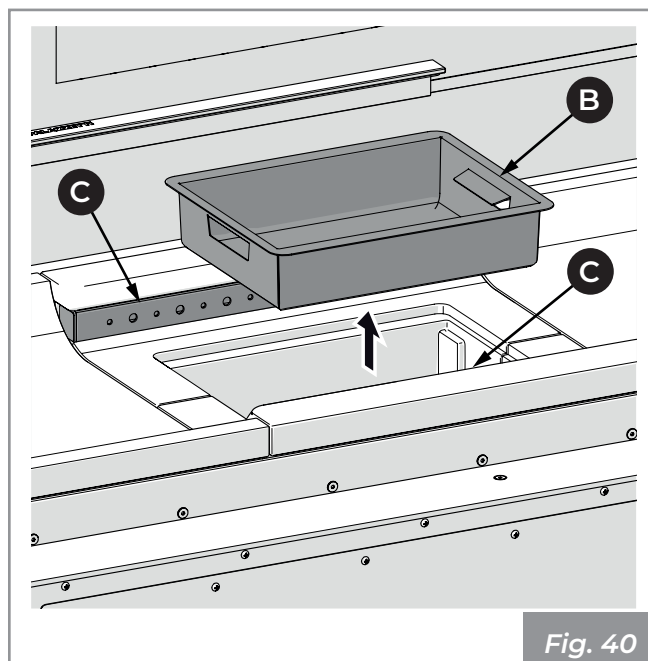

Fig. 40
- 2) Retirer le tiroir à cendres (B) de la base et aspirer les cendres déposées dans les compartiments situés en dessous (Fig. 40).
- 3) Aspirer les trous avant et arrière (C) du distributeur d'air de combustion afin d'éviter une éventuelle accumulation de cendres (Fig. 40).